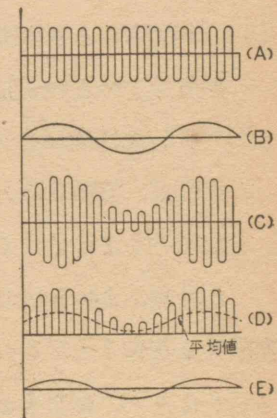

図 36 検波のわけ
鉱石検波器に、交流の電圧を加えると、ある方向には電流がよく流れるが、その反対の方向には電流がほとんど流れない性質を持っている。いま、放送局から伝わってくる変調された電波によってアンテナに流れる振動電流を図 36 (C) とする。この (C) は放送局でつくる (A) のような振動電流
* 私たちの科学 15 の (10) および (17) をみなさい。
を (B) のような音声電流で変調されたものと等しい。また電波もこの (C) の形に等しいのである。さて、アンテナに鉱石検波器をつなぐと、(C) の電流は一つの方向にはよく流れ、他の方向にはほとんど流れないから、図 36 (D) のような形となる。(D) のような電流が受信器を流れると、受信器の振動板は高い周波数では振動できないが、その平均の値に相当した低い周波数で振動することになる。それゆえ、図 36 (D) の平均値 (E) で受信器の振動板が振動すると考えられる。この (E) は (B) の波形と等しいから、受信器は変調するときの音を再び出すことになる。図 36 (C) の電流から (D) のような電流をつくることを検波という。